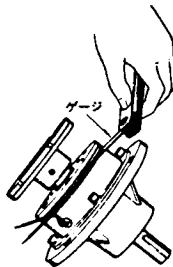

図17
(12) アーマチュアハブ㉓のボス部端面がカラー㉔に当たるまで押し込んだら、空隙aを測定して表3の許容差内に入っていることを確認する。(図17)
(13) C形止め輪㉕を軸にはめる。